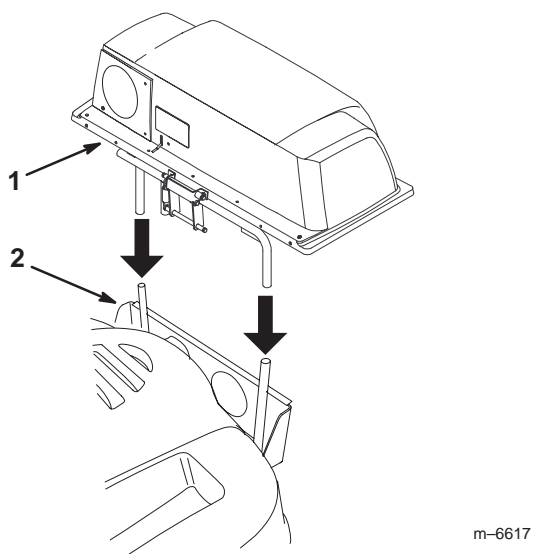

Figure 6
1. Soulevez le couvercle du collecteur d'herbe avec précaution et enfoncez-le sur le support de fixation rapide (Fig 6). Cette opération s'effectue plus facilement à deux.